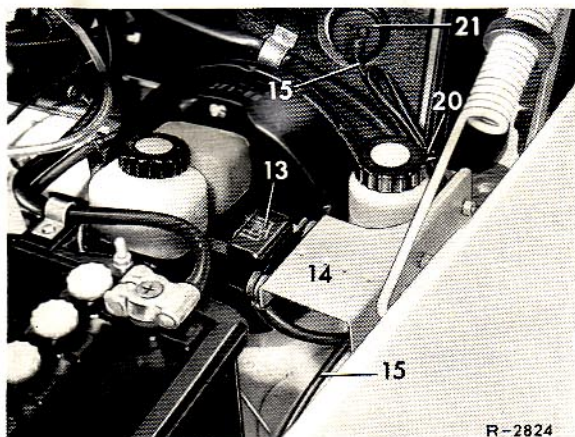

Bild 54-2/7
6. Bei den Typen 190 C, 190 DC, 200, 200 D und 230 den Halter (14) mit Relais (13) am Halter für Ausgleichbehälter Geberzylinder anschrauben (Bild 54-2/7).